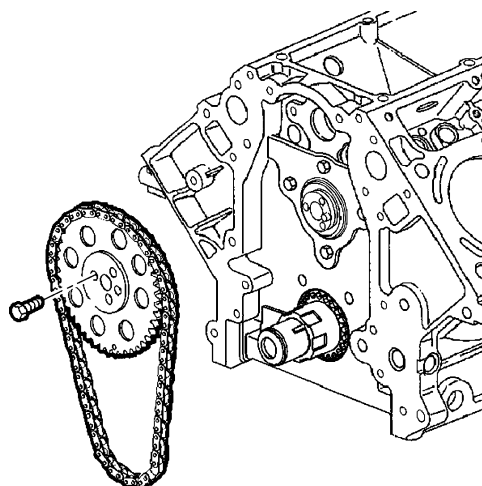

图 17-33 安装凸轮轴链轮和正时链条
- 6) 按照图 17-33 所示，安装凸轮轴链轮和正时链条。